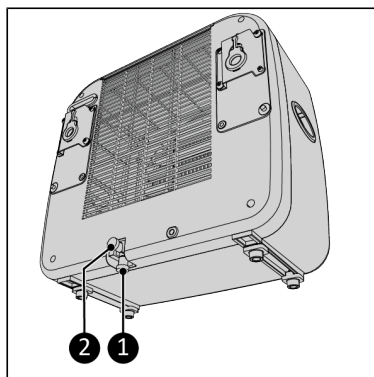

Abbildung 36.
1. Entfernen Sie eine der zwei Verschlusskappen (Abbildung 36, Pos. 1 oder Pos. 2).
- beide Verschlusskappen des Innengeräts sind montiert (Abbildung 36, Pos. 1 und 2);
2. Schließen Sie den mitgelieferten Ablaufschlauch an der Unterseite des Innengeräts an, siehe Abbildung 36.
4. Entleeren Sie das Wasser aus dem Innengerät (Abbildung 36).